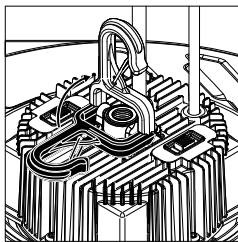

Figure 1
**1.1 Installation standard** (suspendu par le crochet). Soulevez le crochet en position verticale (voir la figure 1).